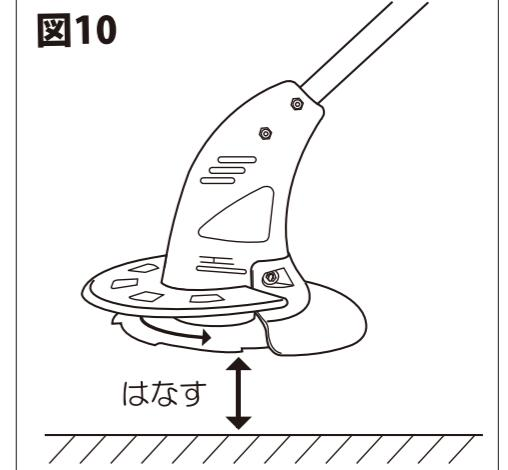

図10
- ① ハンドル、補助ハンドルを持って本機を地面より浮かし、スイッチを引いてください。(図10)
- ② 刈込みは、モーターの回転を十分に上げてから、刈払刃を地面と平行にして右から左方向に刈込み作業をしてください。
- ③ 本機は草刈り用です。木などを刈りますとモーターに強い負荷が掛かり、モーター焼損の原因になります。木などの刈り込みには使用しないでください。
- ④ 使用中、本体と刈払刃の間に草が絡まり回転が止まることがあります。この状態のまま無理にスイッチを引き続けますと過負荷によりモーター焼損の原因となりますので、いったんスイッチを切り絡まった草を取り除いてからご使用下さい。
- ⑤ 回転刃が磨耗された状態のまま引き続き使用されますと、モーターに強い負荷が掛かり、モーター焼損の原因となります。回転刃が磨耗し切れ味が悪くなったら、新しい刃に交換してください。